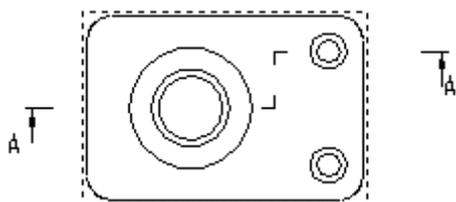

Рис. 9.3. Линия разреза
9. Постройте линию разреза А–А (рис. 9.3). Помните, что для построения линии ступенчатого или ломаного разреза, необходимо нажать кнопку  **Сложный разрез** на Панели специального управления.